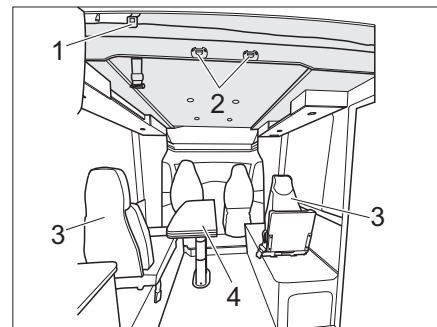

Fig. 159 Lit escamotable électrique (variante 3)
- L'échelle de montée doit être accrochée par les deux étriers aux crampillons (Fig. 159,2) se trouvant sur le lit escamotable.
- Descendre la table rabattable à 2 montants, escamotable (Fig. 159,4) (voir chapitre 7.8.8).
- Démontez et ranger 2 sièges individuels (Fig. 159,3).